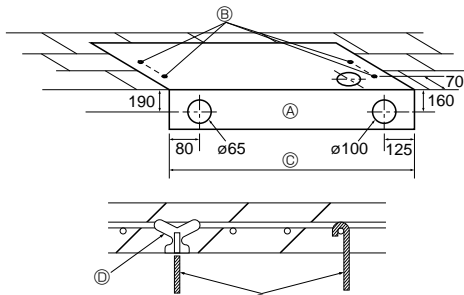

Fig. 3-3
3.2.3. 悬挂螺栓和管子位置的选择 (Fig. 3-3)